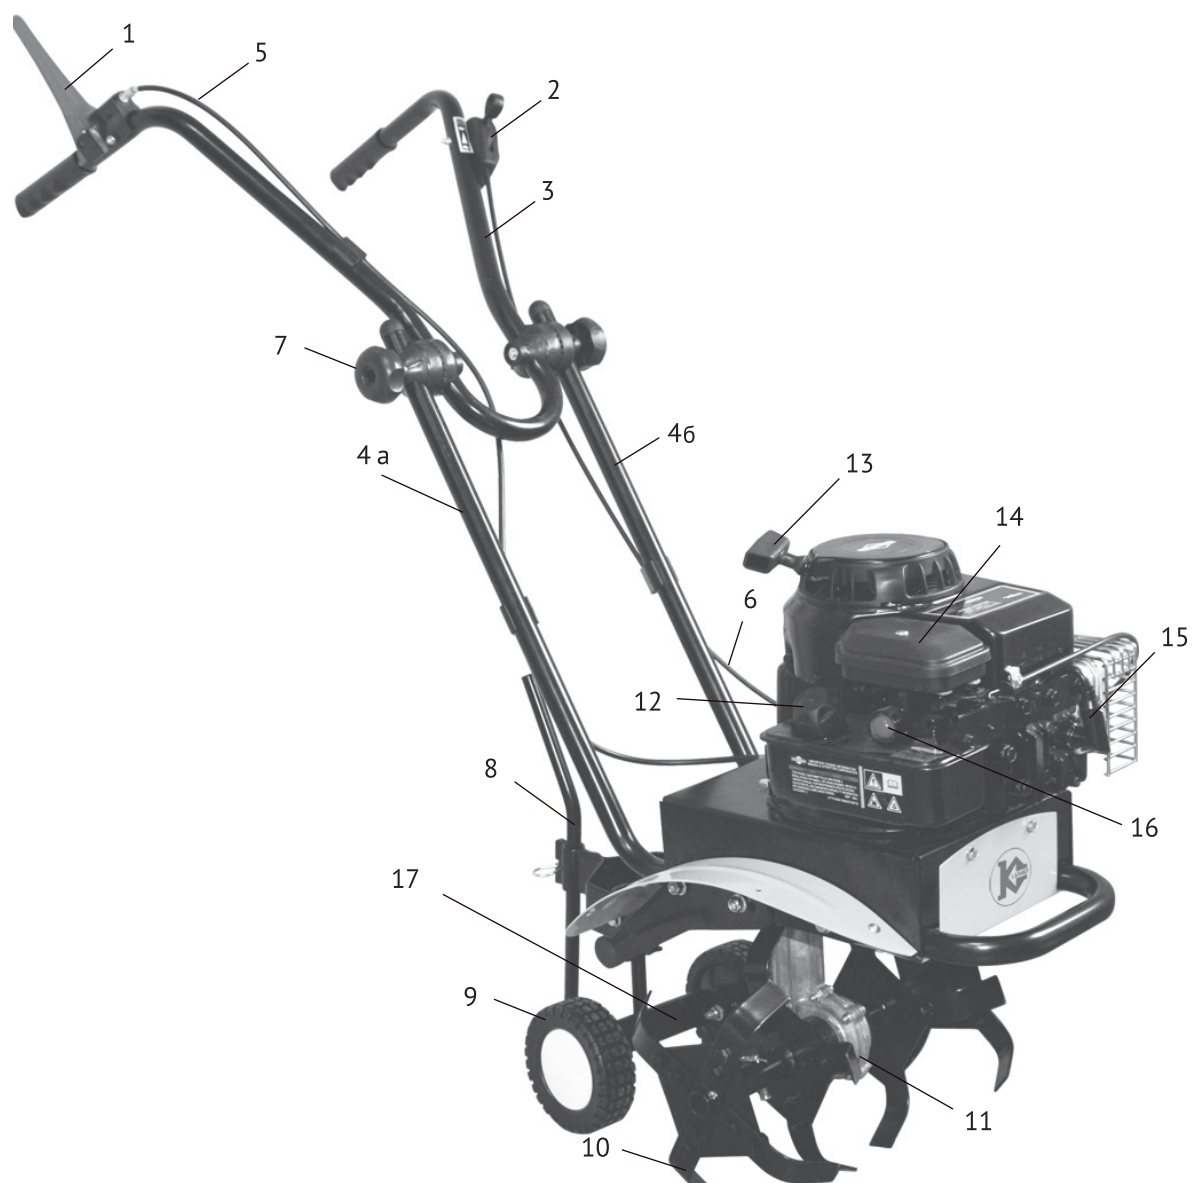

рис. 1
Общий вид мотокультиватора схематично представлен на рис. 1
- Установите рычаг регулировки дроссельной заслонкой (рис.1 поз.2) в положение «Максимально».
- Нажмите 3-5 раз на праймер (рис.1 поз.16), для того, чтобы бензин попал в карбюратор.
- Резко с интенсивным усилием потяните трос стартера (рис.1 поз.13) до упора, повторите действие ещё раз при необходимости.
- После прогрева двигателя в течение 10-40 секунд, переведите рычаг регулировки дроссельной заслонкой (рис.1 поз.2) в промежуточное положение между «Минимально» и «Максимально».
- Отпустите рычаг привода фрез для их остановки. (рис.1 поз.1).
- Установите рычаг регулировки дроссельной заслонкой (рис.1 поз.2) в положение «Минимально»/ «STOP».
Держите рукоятки управления надёжно, двумя руками. Для начала вращения фрез и движения мотокультиватора вперёд выжмите рычаг привода фрез (рис.1 поз.1).